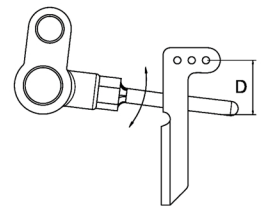

图26 (Fig.26)
棉线，SP线：7-10mm (D) (图26)。
伸缩尼龙线：10-15 (D) (D) (图26)。
Cotton \$ sp headr: 7-10mm (D) (Fig.26)
Nylon thread : 10-15mm (Fig.26)